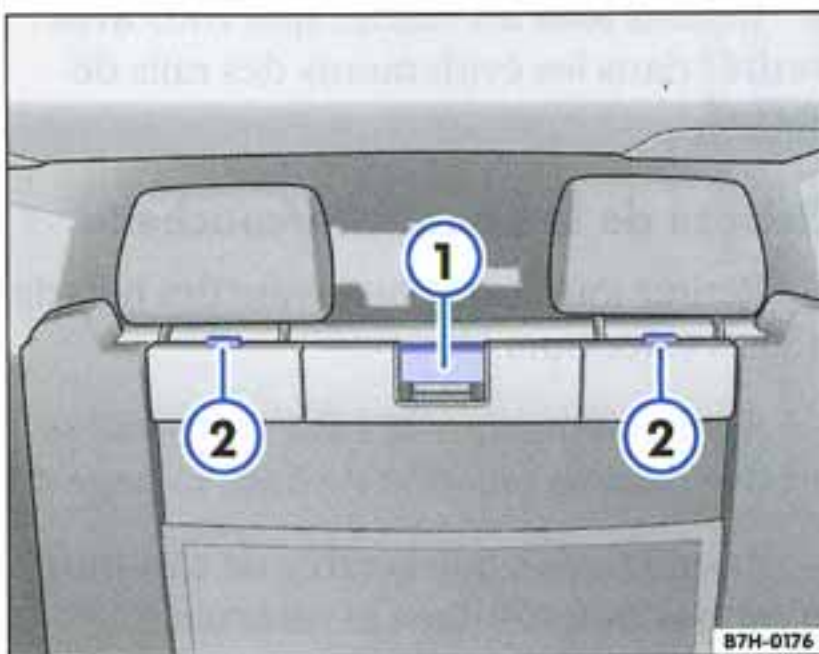

Fig. 18 Banquette/couchette vue à travers le hayon
- En fonction de la version, rabattez ou déposez les appuie-tête ⇒ fig. 18 ②.
- Tirez la poignée de déverrouillage ① située au dos du dossier et rabattez celui-ci entièrement vers l'arrière. La banquette/couchette se soulève.